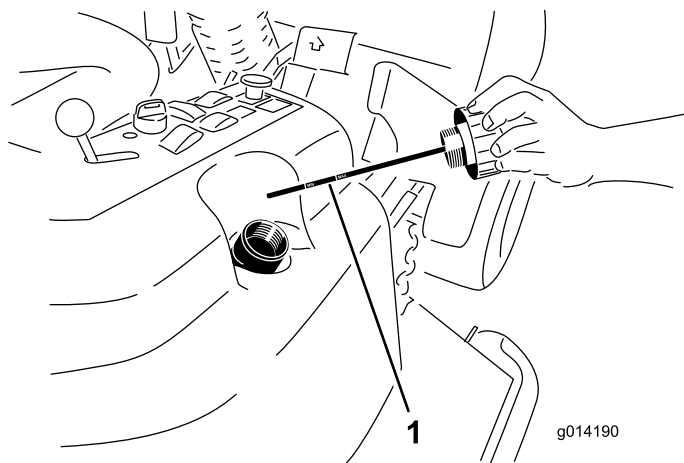

Рисунок 51
4. Снимите крышку заливной горловины бака гидравлической жидкости (Рисунок 51).
5. Выньте масломерный щуп и протрите его чистой ветошью (Рисунок 51).
6. Вставьте масломерный щуп в заливную горловину до отказа; затем извлеките его и проверьте уровень жидкости (Рисунок 51).